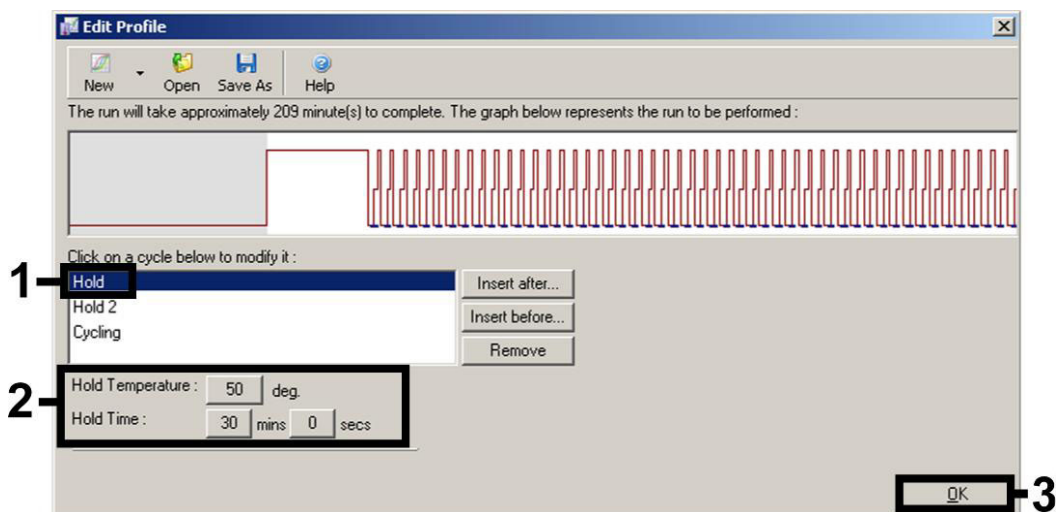

Afbeelding 3. Het profiel bewerken. Schermopname voor de *artus* HI Virus-1 QS-RGQ Kit wordt getoond als voorbeeld.
5. Klik op de knop 'Edit Profile' (Profiel bewerken) in het volgende dialoogvenster van de 'New Run Wizard' (Nieuwe run-wizard) (afbeelding 3). Programmeer het juiste temperatuurprofiel voor de betreffende *artus* QS-RGQ Kit, zoals weergegeven in tabel 1, met behulp van de voorbeeldschermopnamen in afbeelding 3-6 (schermopnamen voor de *artus* HI Virus-1 QS-RGQ Kit worden als voorbeelden getoond).
6. Het detectiebereik van de fluorescentiekanalen moet worden bepaald volgens de fluorescentie-intensiteiten in de PCR-buisjes. Klik op 'Gain Optimisation' (gain-optimalisatie) in het dialoogvenster van de 'New Run Wizard' (zie afbeelding 3) om het dialoogvenster 'Auto-Gain Optimisation Setup' (instellingen voor automatische gain-optimalisatie) te openen. Stel de kalibratietemperatuur zo in dat deze overeenkomt met de versmeltingstemperatuur van het amplificatieprogramma en pas de gevoeligheid van het fluorescentiekanaal aan (tabel 2 en voorbeeldschermopname in afbeelding 7).